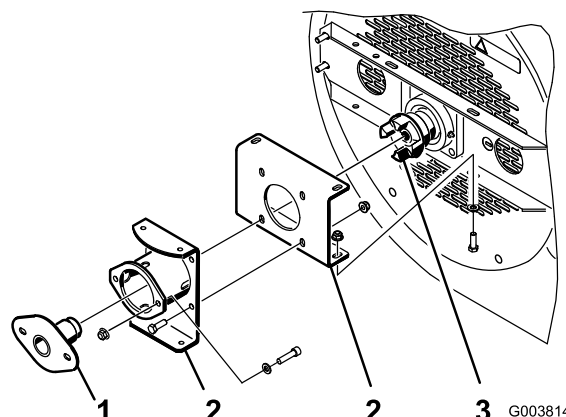
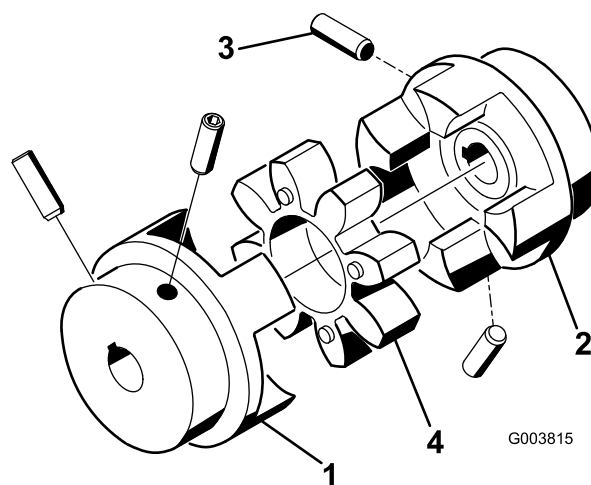

Figura 9
Figura 10
1. Certifique-se que os suportes de montagem são instalados nos parafusos da estrutura do soprador mas que os parafusos e as porcas estão soltos (Figura 9).
2. Insira a ferramenta de alinhamento do rolamento através dos suportes de montagem e na união da ventoinha (Figura 9). Certifique-se de que a união de aranha (Figura 10) não se encontra na união.
- O conjunto de parafusos que prendem as ligações do motor e eixo da ventoinha (Figura 10) têm de ser apertados de 6,5 a 9,2 Nm.